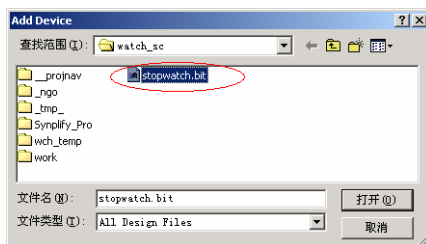

图9-92 添加 FPGA/CPLD BIT 配置文件
- (5) 单击 **下一步(N) >** 按钮显示配置文件生成信息。单击 **下一步(N) >** 按钮确认该信息，如图 9-92 所示，添加 BIT 文件“stopwatch.bit”。